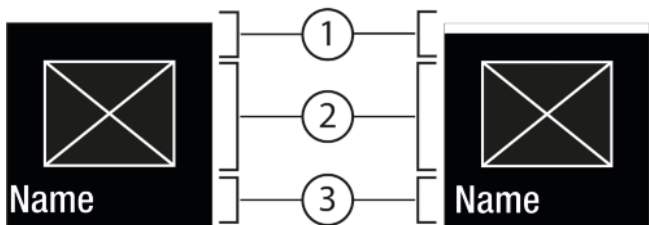
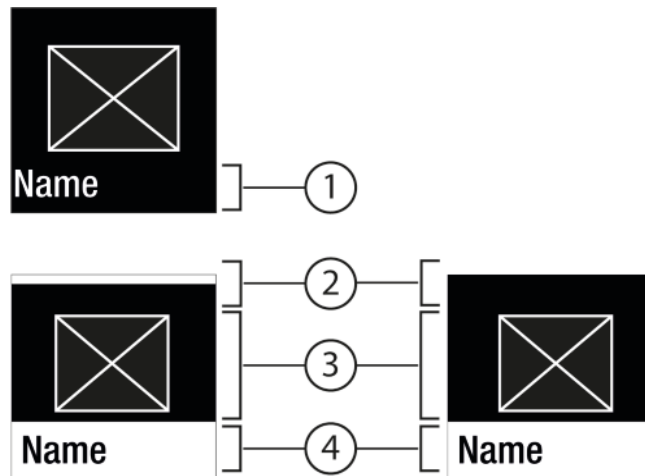

Fig. 6
Fig. 7
- Con Conferma Fig. 5 (2) attivare / disattivare la funzione Fig. 6 (1) / impostazione Fig. 6 (1).
- Con Conferma Fig. 5 (2) richiamare il sottomenu Fig. 7 (4).
- Impostare un valore nuovo: Con Conferma Fig. 5 (2) selezionare un valore disattivato Fig. 6 (1).
- Ritorno al menu: Con Conferma Fig. 5 (2) selezionare un valore già attivato Fig. 6 (2).
- ▷ Stato: attivato *Fig. 6 (1)* è visualizzato brevemente nel sottomenu *Fig. 7 (4)*.